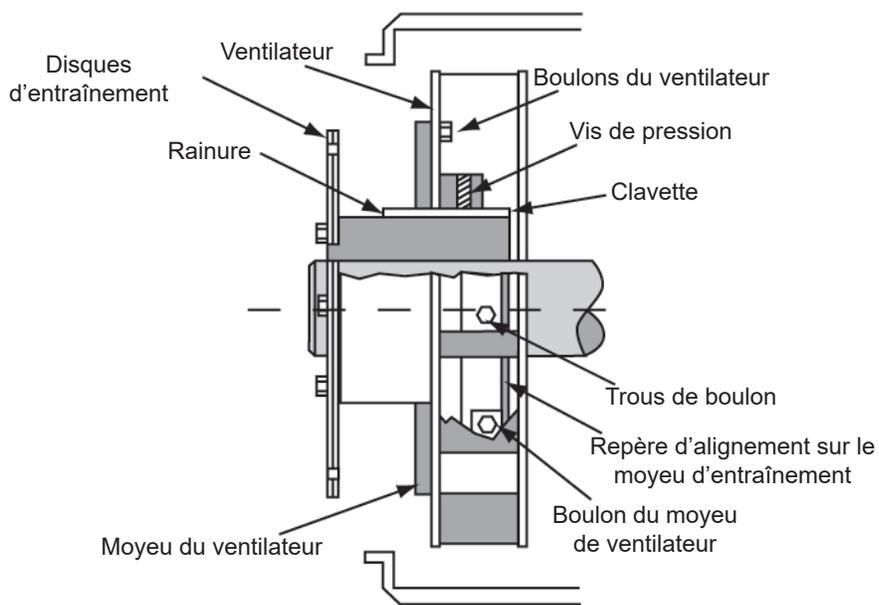

Figure 15 Déplacement des ventilateurs en tôle
- Avec les ventilateurs en tôle et des moyeux coulés qui sont ensuite installés sur le moyeu d'entraînement, marquez un repère pour le moyeu d'entraînement aussi près que possible du moyeu du ventilateur. Desserrez les deux vis de pression, le boulon de serrage du ventilateur ainsi que les boulons du ventilateur. Utilisez un levier pour ouvrir le ventilateur et dégagez-le (voir la Figure 15). Après avoir fixé les boulons entre les disques d'entraînement et le volant, alignez le moyeu du ventilateur jusqu'au repère et remettez le ventilateur dans sa position initiale. Assurez-vous que la clavette est bien en logée sous le moyeu du ventilateur et positionnée de sorte que la vis de pression s'appuie sur la clavette. Resserrez le boulon de serrage du moyeu du ventilateur et les vis de pression. Installez les boulons du ventilateur et serrez-les conformément au Tableau 5 et Tableau 6.